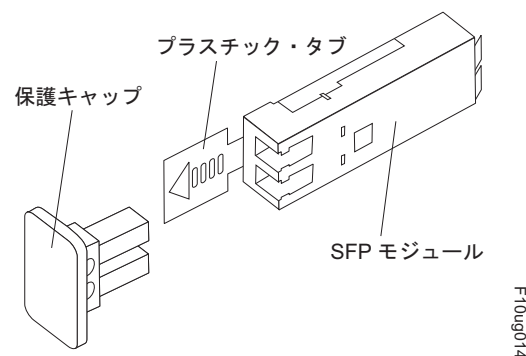

図 19. SFP (Small Form-Factor Pluggable) モジュール
2. 図 19 に示すように、SFP モジュールから保護キャップを取り外します。将来の利用に備えて、保護キャップを保存しておきます。